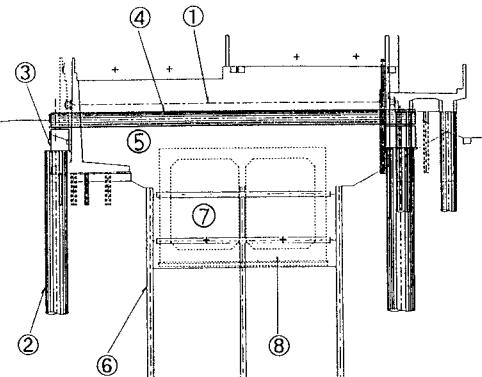

図 2 施工順序図
図 2 のように、まず JR 常磐線と宮園千代田線の擁壁をタイロットで結ぶ(①)。その後、パイプビーム受け杭である直径 1.4m のリバース杭を打設する(②)。パイプ受け杭構築後(③)、パイプをけん引し、鉄筋かごを挿入した後にコンクリート打設を行い、PC 緊張する(④)。パイプ下を 1 次掘削し(⑤)、土留杭を打設した後(⑥)、2 次掘削を行い(⑦)、常磐新線の函体を打設する(⑧)。最後に埋戻しを行い、擁壁を復旧させる。